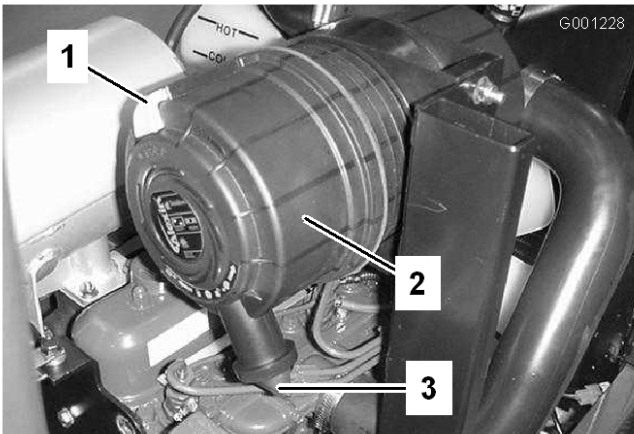

Figura 46
1. Tire hacia fuera del enganche y gire la tapa del limpiador de aire en el sentido contrario a las agujas del reloj (Figura 46).
2. Retire la cubierta de la carcasa del limpiador de aire (Figura 46).
8. Instale la cubierta orientando la válvula de salida de goma hacia abajo – entre las 5:00 y las 7:00 aproximadamente visto desde el extremo (Figura 46).